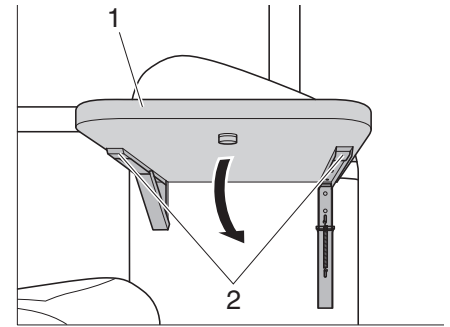

Figure 32 Rabattre l'espace de rangement
- Appuyer sur les deux leviers de déclenchement (Figure 32, 2) situés sous l'espace de rangement et incliner celui-ci (Figure 32, 1) vers le bas.